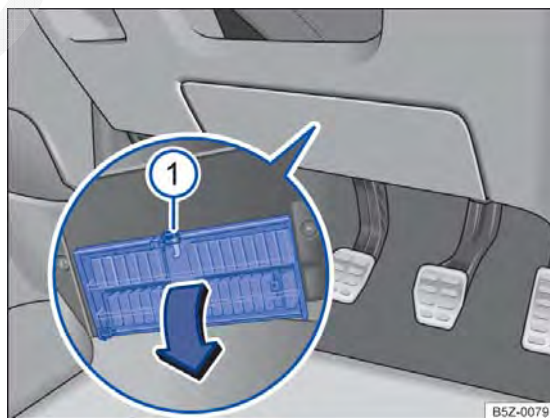

Fig. 168 No lado do condutor embaixo do painel de instrumentos: abrir a cobertura da caixa de fusíveis.
- **Abrir:** pressionar a alavanca de travamento → Fig. 168 ① até que a cobertura se abra.
- **Fechar:** rebater a cobertura no sentido contrário à seta até que ela se trave audivelmente na alavanca de travamento ①.